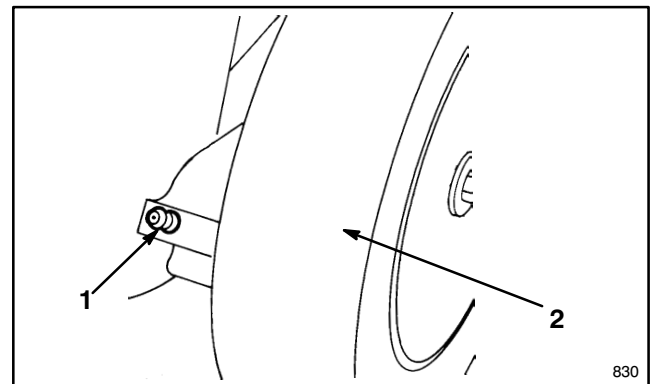

Abbildung 29
2. Hebel der Schnitthöheneinstellung am Hinterrad auf Stufe "2" stellen. Alle Schmiernippel mit einem Lappen sauberwischen (Abb. 29). Eine Fettpresse ansetzen und in jeden Nippel zwei bis drei Hübe Mehrzweckfett #2 auf Lithiumbasis einpressen.